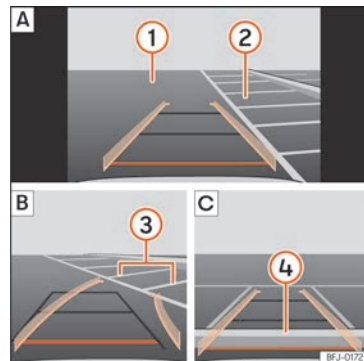

Fig. 205 Visualización en la pantalla del sistema de infotainment: aparcar con el asistente de marcha atrás.
Legenda de la **fig. 205**:
- Sitúe el vehículo delante del hueco de aparcamiento »» fig. 205 ② | A.
- Retroceda girando el volante de manera que las líneas amarillas se introduzcan en el hueco de aparcamiento. Las líneas verdes y amarillas tienen que coincidir con las líneas de delimitación laterales ③ | B.
- Detenga el vehículo cuando la línea roja haya alcanzado la delimitación trasera ④ | C.